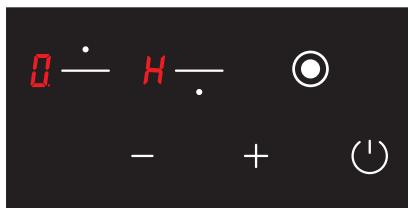

Рис. 23
- После этого устройство переключится в режим ожидания. Но если есть горячая конфорка даже после того, как устройство переключится в режим ожидания, отобразится **H** (см. Рис. 23).